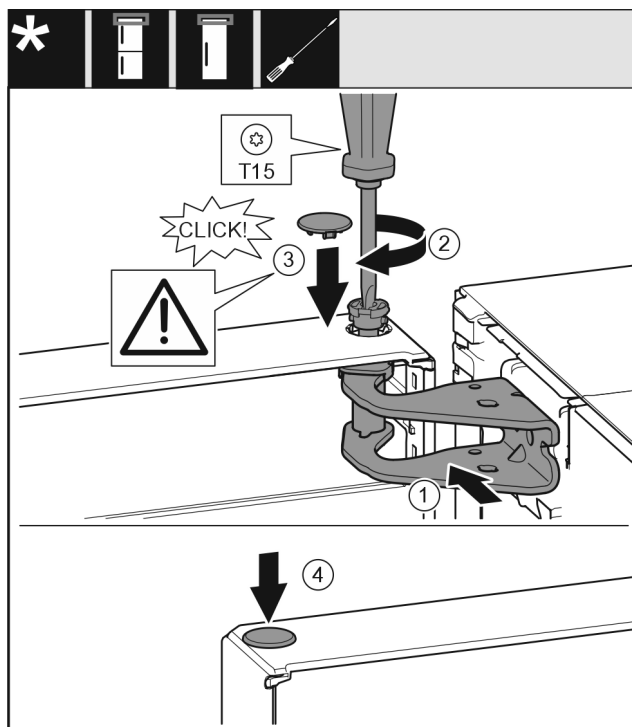

Fig. 24
- ▶ Igazítsa be az ajtót fent a csapágybak Fig. 24 (1) nyílásához.
- ▶ Helyezze be a csapszeget Fig. 24 (2), és húzza meg csavarhúzóval.
- ▶ Helyezze be a fedelet Fig. 24 (3).
- ▶ Ellenőrizze, hogy a fedél Fig. 24 (3) felfekszik-e az ajtóra.
- ▶ Helyezze be a fedelet Fig. 24 (4).